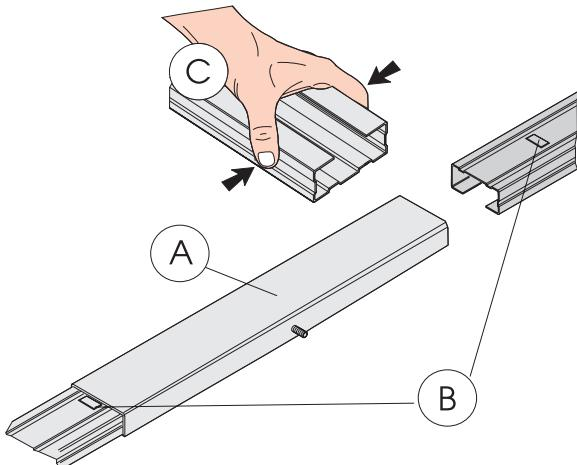

Fig. 6
- Assembleer de twee delen van de geleiderail door ze in het centrale verbindingstuik te zetten (Fig 6 ref. A) tot aan de metalen profielen (Fig. 6 ref. B). Om de rail er makkelijker in te krijgen wordt aangeraden hem in het centrale verbindingstuik te steken terwijl u hem in elkaar drukt, zoals aangegeven in Fig. 6 ref. C. Gebruik geen gereedschappen die de rail of het verbindingstuik kunnen vervormen.